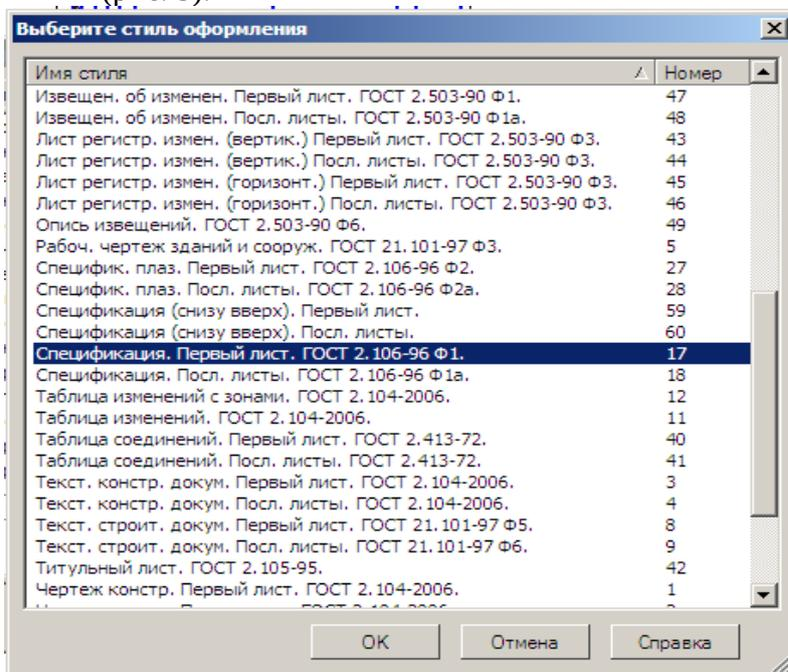

Рис. 3
5. в появившемся окне выбрать «Спецификация. Первый лист. ГОСТ 2.106-96 Ф1» (рис. 3).